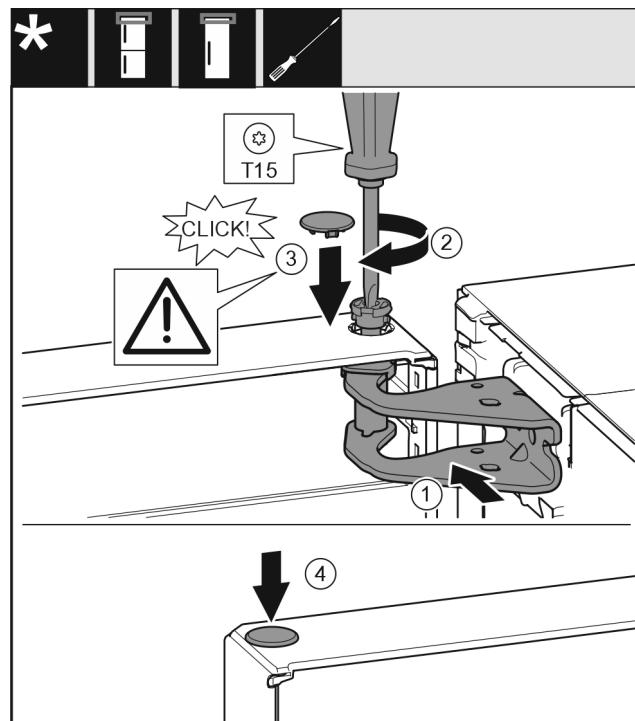

Fig. 19
- Vrata zgoraj naravnajte k odprtini v ležajnem podstavku. Fig. 19 (1)
- Vstavite sornik in ga privijte z izvijačem T15. Fig. 19 (2)
- Montirajte varovalni pokrov za varovanje vrat: Vstavite varovalni pokrov in preverite, če se narega na vrata. V nasprotnem primeru sornike vstavite v celoti. Fig. 19 (3)
- Vstavite čep. Fig. 19 (4)